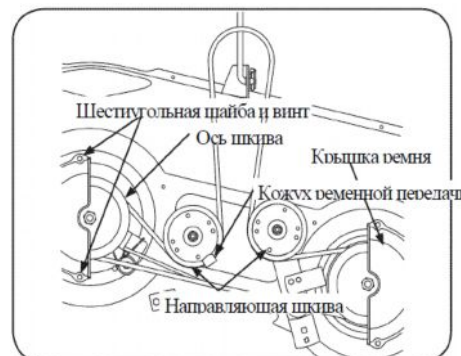

Рис. 14
2. Снимите защиту ремня со шкива оси, выкрутив винт с шестигранной головкой, См. Рис. 14.
4. Осторожно снимите ремень с двух осевых шкивов и двух натяжных шкивов деки, См. Рис. 14.